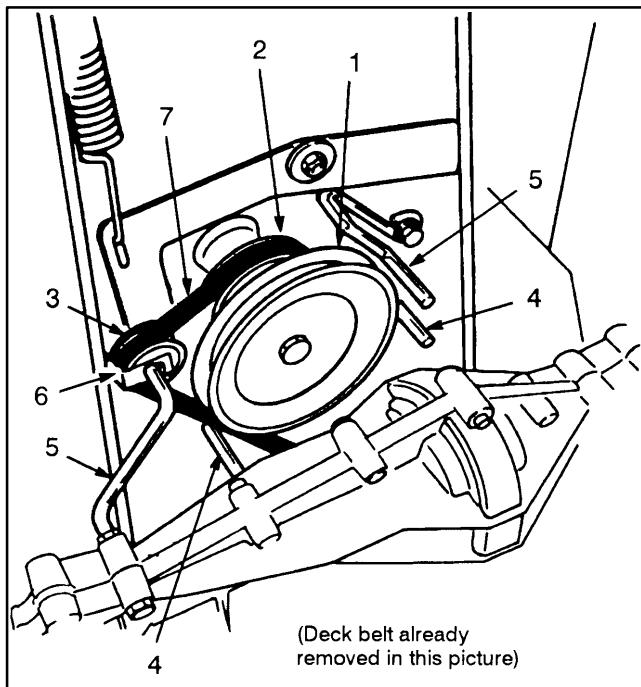

Figure 26
3. Déposer la courroie de transmission. Vérifier que la courroie n'est ni endommagée, ni usée (Fig. 26) et poser une nouvelle courroie le cas échéant.
4. Poser les guides de courroie près de la poulie de transmission (Fig .26). Poser aussi la pièce de retenue sur la courroie de tension et serrer le contre-écrou.